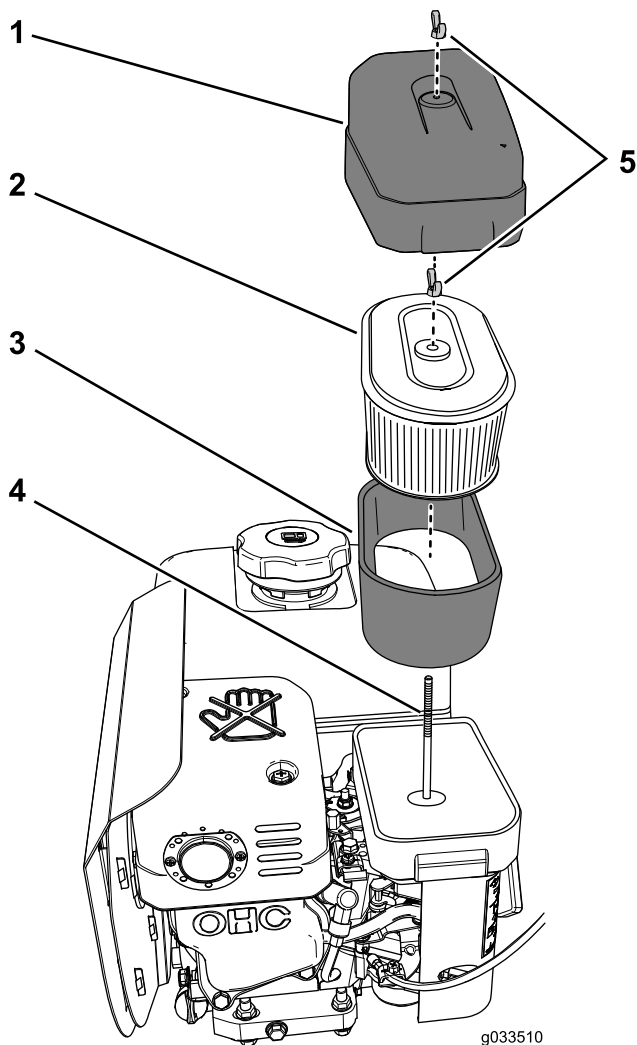

Figura 12
2. Limpie alrededor del limpiador de aire de forma que la suciedad no penetre en el motor y cause daños (Figura 12).
3. Gire la tuerca de orejeta que sujeta la cubierta del limpiador de aire en sentido antihorario y retire la cubierta (Figura 12).
4. Gire la tuerca de orejeta que sujeta los elementos del filtro de gomaespuma y de papel en sentido antihorario y retire los elementos del filtro de la varilla de sujeción (Figura 12).
5. Retire cuidadosamente el filtro de gomaespuma del filtro de papel (Figura 12).
1. Inspeccione los elementos por si presentan desgarros, una película aceitosa o daños (Figura 12).
1. Deslice con cuidado el elemento del filtro de gomaespuma sobre el elemento del filtro de papel (Figura 12).
2. Alinee el taladro en la placa superior del elemento del filtro de papel con la varilla de sujeción del carburador (Figura 12).
3. Fije los elementos del filtro al carburador con la tuerca de orejeta (Figura 12) que retiró en el paso 4 de Cómo retirar los elementos de espuma y papel (página 10).
- Alinee el taladro en la cubierta del limpiador de aire con la varilla de sujeción (Figura 12) y fije la cubierta a la varilla con la tuerca de orejeta que retiró en el paso 3 de Cómo retirar los elementos de espuma y papel (página 10).